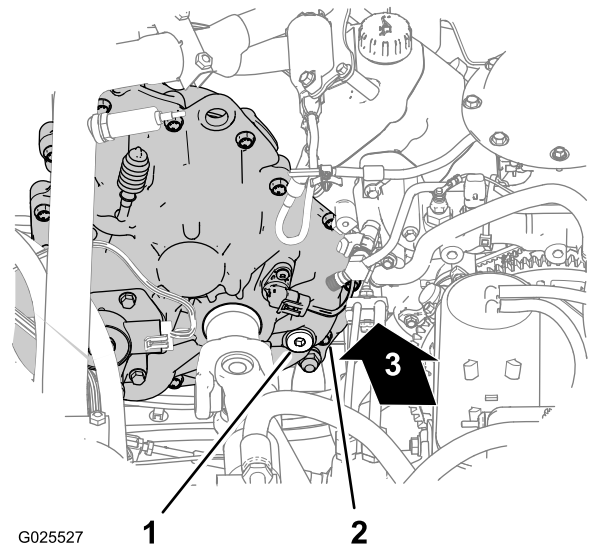
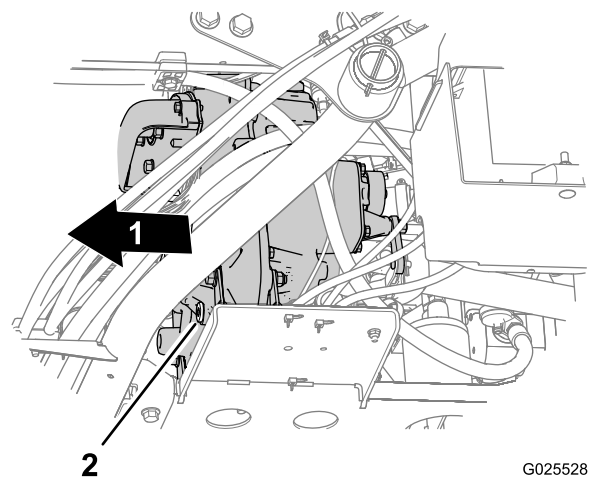

図 68
図 69
2. トランスミッションの後部、車幅方向内側の低い位置にある補給用プラグ、および、トランスミッションの前部、車幅方向外側にあるドレンプラグを探し出す 図 68と 図 69。
3. 補給ポートから補給プラグを外すプラグを左に回す 図 68。
4. ドレンプラグの下にオイルを受ける容器をおく 図 69。
5. ドレンポートからドレンプラグを外すプラグを左に回す 図 69。
6. ドレンプラグを取り付ける 図 69。
7. 補給ポートから、トランスミッションオイル Dexron VI 700 ml を入れる 図 68。
- 補給プラグを取り付ける 図 68。